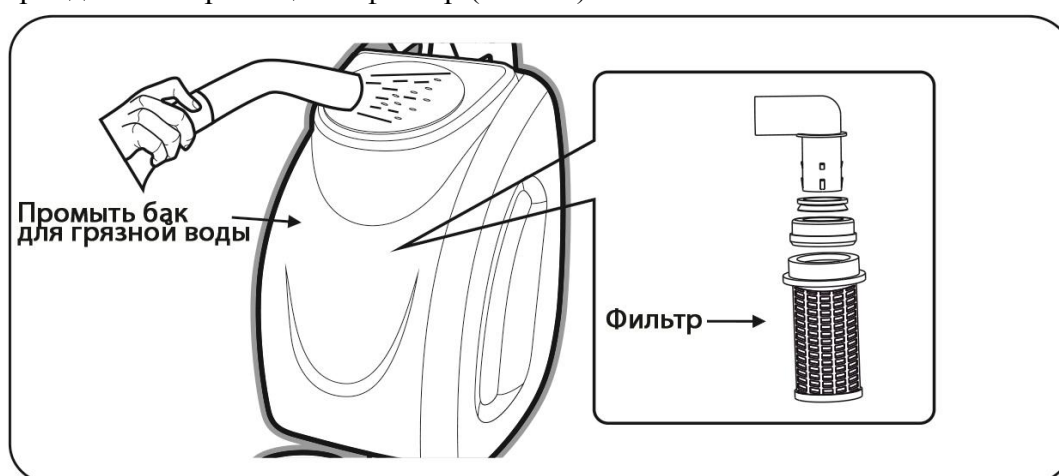

Рис. 12
- Периодически прочищайте фильтр (Рис. 12).